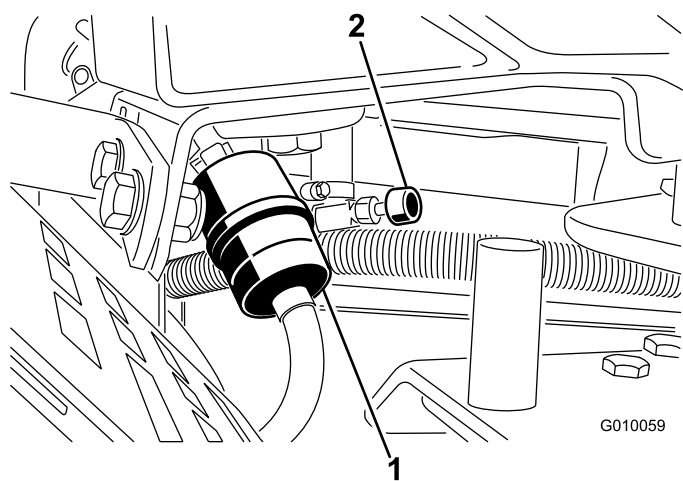

Figure 48
2. Fermez le robinet d'arrivée de carburant (Figure 48).
3. Pincez les extrémités des colliers et éloignez les colliers du filtre (Figure 48).
5. Posez un filtre neuf et rapprochez les colliers de fixation du filtre (Figure 48).
7. Ouvrez le robinet d'arrivée de carburant (Figure 48).
3. Desserrez le collier de serrage au niveau du filtre à carburant et éloignez-le du filtre en le poussant le long de la conduite de carburant (Figure 48).
4. Débranchez la conduite d'arrivée du filtre à carburant (Figure 48). Ouvrez le robinet d'arrivée de carburant et faites couler le carburant dans un bidon ou un bac de vidange.
5. Raccordez la conduite de carburant au filtre. Rapprochez le collier de serrage du filtre pour fixer la conduite de carburant (Figure 48).